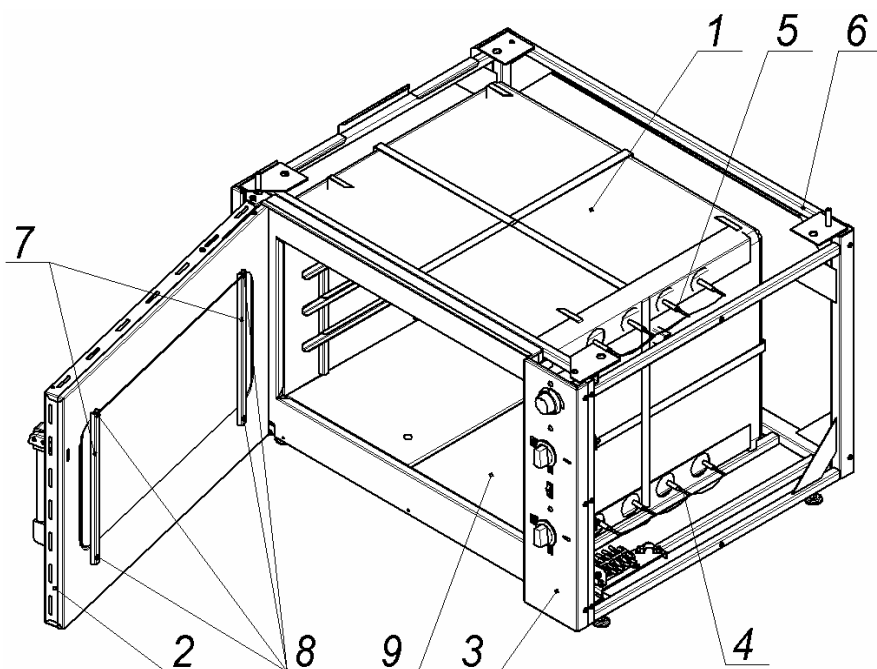
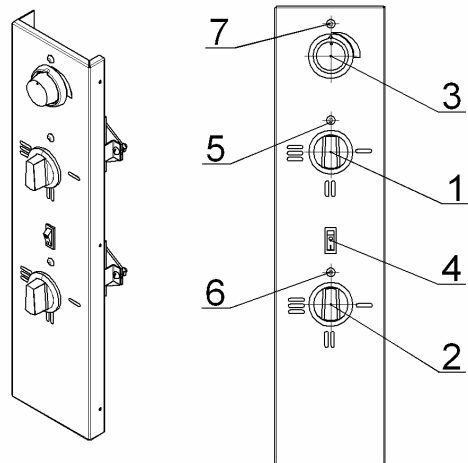

Рис.2
Рис.4
- снять панель управления (рис.2, поз.3) или снять правую облицовочную панель;
- Снять панель управления (рис.2, поз.3) или правую облицовочную панель;
4.5 Приборы управления и светосигнальная арматура размещены (рис.4) на снимаемой панели управления (рис.2 поз.3), которая расположена с правой стороны секции.
4.5.1 Ступенчатое регулирование мощности верхних и нижних ТЭНов осуществляется установкой ручек соответствующих переключателей (рис.4, поз.1, 2) в фиксированные положения обозначенные на панели управления символами I, II и III, что соответствует режимам нагрева ТЭНов: слабый, средний и сильный. При этом мощность ТЭНов изменяется следующим образом: 0,75 – 1,5 – 3,0 кВт. Отключение верхних и нижних ТЭНов производится установкой ручек соответствующих переключателей в положение «0» (на сигнальные лампы, рис.4, поз.5, 6).
Установка и автоматическое поддержание необходимой температуры (от 50 до 300°С) в камере осуществляется терморегулятором (рис.4, поз.3).
Переключатели верхних и нижних ТЭНов, а также терморегулятор снабжены сигнальными лампами (рис.4, поз.5, 6 и 7).
- открыть дверку и вынуть из камеры подовые короба (рис.2, поз.9);
7.7 После окончания приготовления продукта отключите напряжение, подаваемое на нагревательные элементы камеры, установив ручки переключателей верхних и нижних ТЭНов камеры (рис.4, поз. 1, 2) и лимб терморегулятора камеры в положение «0» (сигнальные лампы должны погаснуть).
7.2 Установите (по часовой стрелке) лимбами терморегуляторов (рис.4, поз.3) температуру в камерах шкафа, предусмотренную технологией приготовления продукта (должны загореться сигнальные лампы рис.4. поз.7).
7.3 Установите ручки переключателей (рис.4, поз.1, 2) нижних и верхних ТЭНов в положения I, II или III (должны загореться сигнальные лампы рис.4, поз.5, 6).